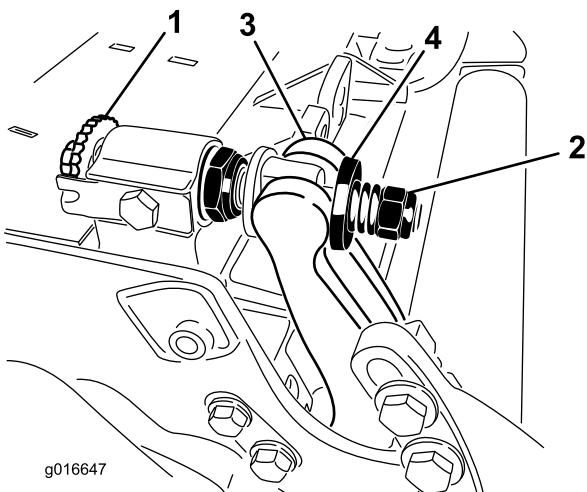

Figura 33
- Ruotate le viti di regolazione della barra di appoggio in senso antiorario per allontanare la controlama dal cilindro (Figura 33).
- Allentate il dado di tensione della molla, finché la rondella non sarà più in tensione contro la barra di appoggio (Figura 33).
- Applicate del lubrificante Never Seize all'interno dell'elemento in cui vanno montate le boccole, sul telaio centrale dell'apparato di taglio (Figura 33).